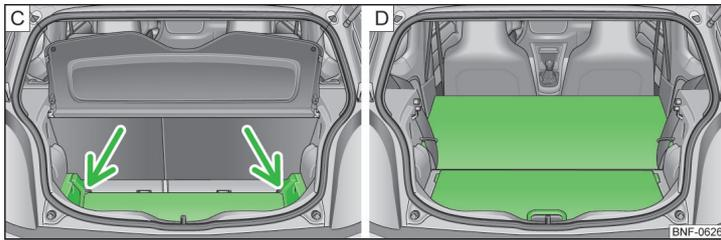

Fig. 72 Agrandissement du coffre : vers le bas / vers l'avant
- Levez le plancher de chargement et introduisez-le dans les rainures » fig. 72 - **C**.